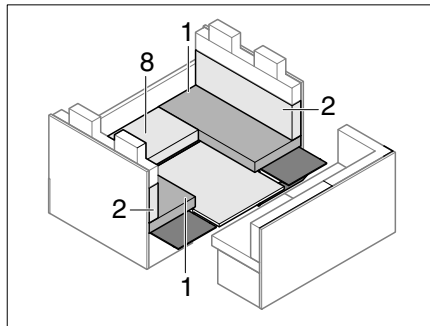

Fig. 199 Durante la trasformazione
- Rimuovere i cuscini del divano (Fig. 199,8) e la sottostruttura.